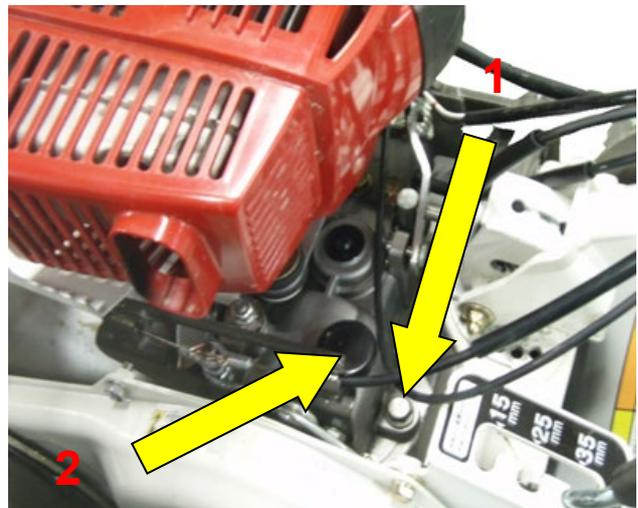

Figure 25
- Niveau et remplissage : Remplissez la transmission lentement, pour éviter les débordements. Dévissez le bouchon (1, Figure 25) Vérifiez le niveau qui doit affleurer le trou. Si le niveau est trop bas, déposez le bouchon 2, et remplissez jusqu'à ce que le niveau soit correct. Remettez les deux bouchons lorsque le niveau est correct. Changez d'huile après les premières 10 heures et ensuite toutes les 50 heures ou une fois par an. Doublez ces valeurs lorsque la machine est utilisée en service sévère.